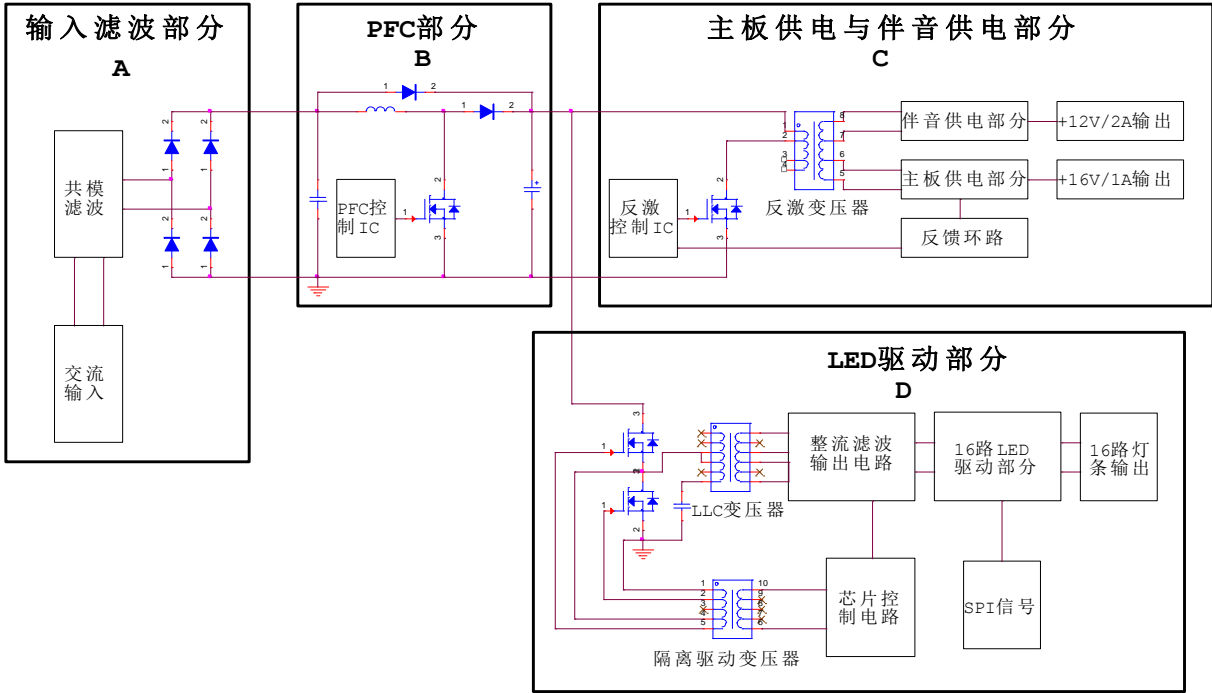

图 1 系统框图
由图 1 中所示，6675 电源板主要分为如下几个模块：(1) 整流滤波电路；(2) PFC 模块；(3) 主板及伴音供电模块，(4) LLC 背光驱动模块。